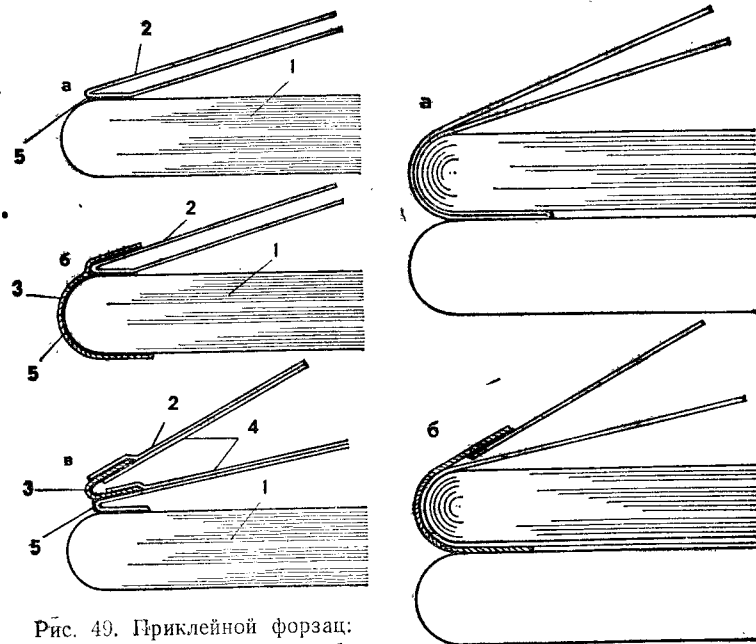

Рис. 49. Приклепной форзац:
**Простой приклепной форзац** — это односгибный лист бумаги, который промазывают клеем по полоске шириной 3—4 мм вдоль фальца и наклеивают на первый лист первой тетради и последний лист последней тетради блока, с отступом на 1—1,5 мм от их корешковой кромки (рис. 49, а). Чтобы повысить прочность такого форзаца, его после приклейки окантовывают вместе с тетрадью полоской ткани или бумаги (рис. 49, б).
При изготовлении альбомов, записных книжек и других беловых изделий применяется так называемый выклепной форзац (рис. 49, в), который состоит из четырех бумажных листов и тканевого фальчика. По высоте все листы должны быть равны высоте блока, а по ширине лист, приклеиваемый к тетради, — на 5 мм больше ширины блока; лист, который будет приклеиваться к переплетной крышке, — равным формату блока, а листы, идущие на выклепку внутренней части форзаца, — на 5 мм уже его ширины. Ширина тканевого фальчика 18—20 мм, длина равна высоте блока.